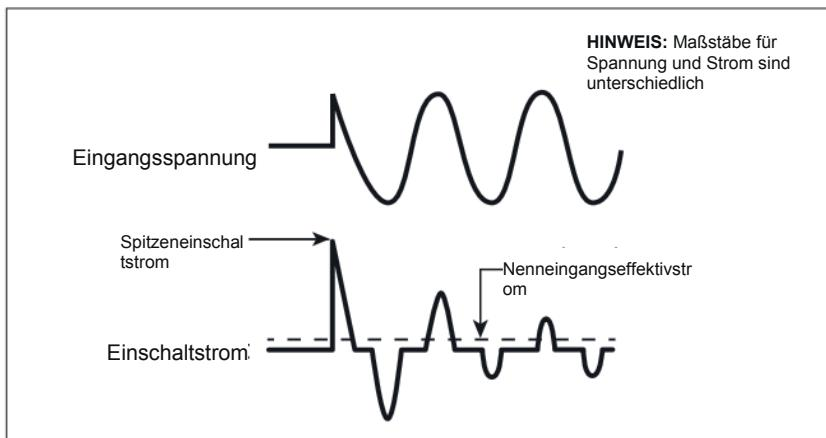

Abb. 4.1: Einschaltstrom in einem SMPS
- **AC auf DC Schaltnetzteile (SMPS):** Diese Art der Stromversorgung wird als Einzelstromversorgung oder als Front-End in allen elektronischen Geräten verwendet, die mit Netzstrom betrieben werden, z.B. Audio-/Video-/Computergeräte und Akkuladegeräte (Bitte Abschnitt 4 für weitere Details über SMPS lesen). Wenn diese Stromversorgung eingeschaltet wird, werden die Kondensatoren der internen Eingangsseite ein paar Millisekunden lang geladen, was zu einem sehr hohen Anstieg des Einschaltstroms führt (siehe Abb. 4.1). Dieser Anstieg des Einschaltstroms / der Leistung kann das 15-fache der Dauernennleistung erreichen. Der Anstieg des
Schaltnetzteile (SMPS) werden in großem Umfang zur Umwandlung des eingehenden Wechselstroms in verschiedene Spannungen wie 3,3V, 5V, 12V, 24V, usw. verwendet, die in verschiedenen Geräten und Schaltungen in elektronischen Geräten wie Akkuladegeräte, Computer, Audio- und Videogeräte, Radios usw. verwendet werden. SMPS verwenden große Kondensatoren in ihrem Eingangsabschnitt für die Filtration. Wenn die Stromversorgung eingeschaltet wird, wird ein sehr hoher Einschaltstrom durch die Stromversorgung gezogen, da die Eingangskondensatoren geladen werden (die Kondensatoren wirken fast wie ein Kurzschluss in dem Augenblick, in dem der Strom eingeschaltet wird). Der Einschaltstrom beim Einschalten ist mehrere Male bis zu mehrere zehn Male größer als der Nenneffektiv-Eingangsstrom und dauert ein paar Millisekunden. Ein Beispiel für die Eingangsspannung gegenüber der Eingangsstromverläufe ist in Abb. 4.1. dargestellt. Es ist ersichtlich, dass der anfängliche Eingangsstromimpuls nur nach dem Einschalten > 15 Mal größer als der stationäre Effektivstrom ist. Der Einschaltstrom zerstreut sich in etwa 2 oder 3 Zyklen, das heißt in etwa 40 bis 60 Millisekunden bei einer 50 Hz Sinus-Welle.